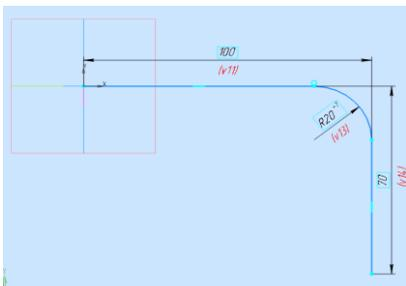

Рис. 27.
- в плоскости, перпендикулярной эскизу-сечению, например, YZ, от начала координат откладываем вправо отрезок длиной 100 мм и вниз длиной 70 мм и выполняем скругление между ними радиусом 20 мм (рис. 27). После построения скругления, отрезок длиной 70 мм надо усечь, используя на инструментальной панели